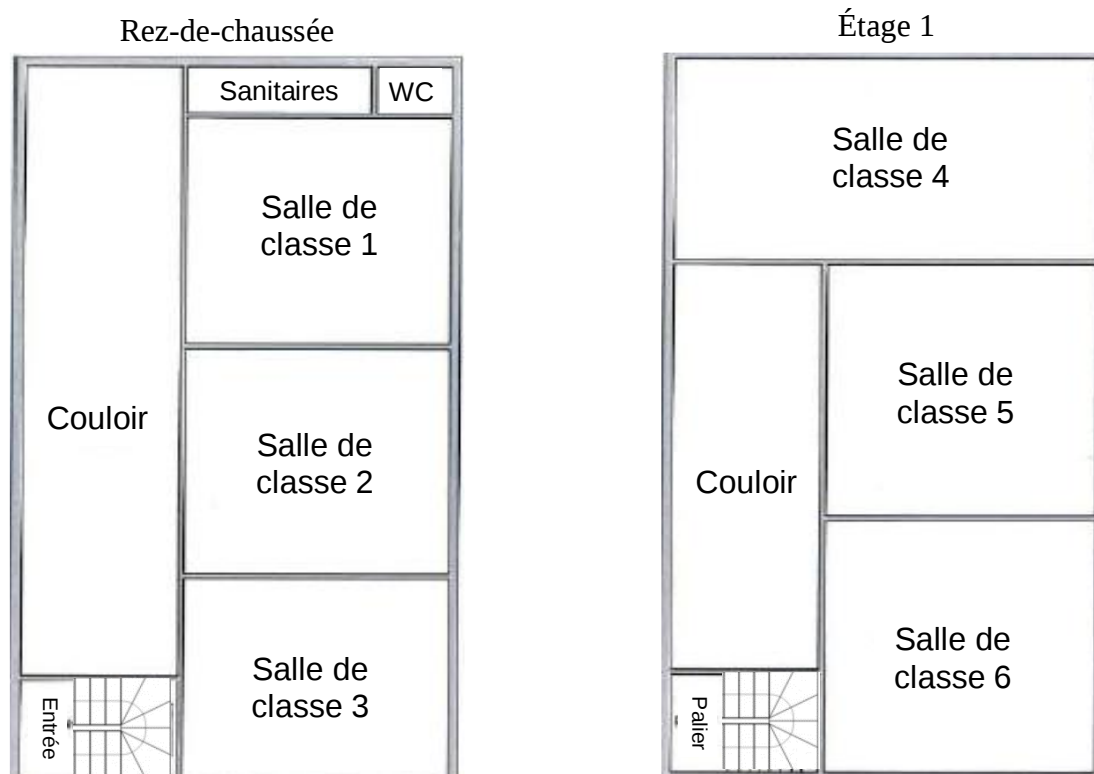

Figure 3 – Plan du bâtiment.
6. À partir des conclusions du bureau d'études, du plan des lieux précisé sur la **figure 3** (page suivante) et des informations de l'**ANNEXE 2**, justifier le choix du modèle 2000 de la ventilation à double flux Plate Box®952 avec un débit de $1\,900 \text{ m}^3 \cdot \text{h}^{-1}$ pour chaque niveau.